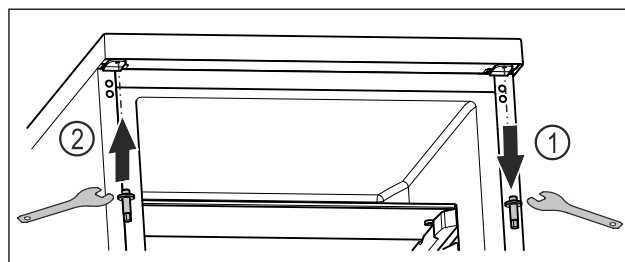

Fig. 23
- ▶ Skruva ur övre bult med utvändigt sexkantsnyckel. Fig. 23 (1)
- ▶ Skruva fast bult på motsatta sidan med utvändigt sexkantsnyckel. Fig. 23 (2)